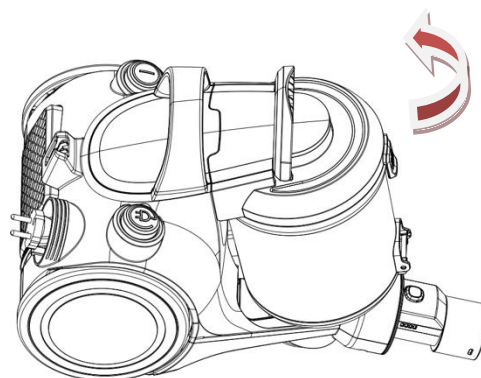

Fig.7
2. Come in Fig.7, estrarre il contenitore polvere dall'apparecchio.